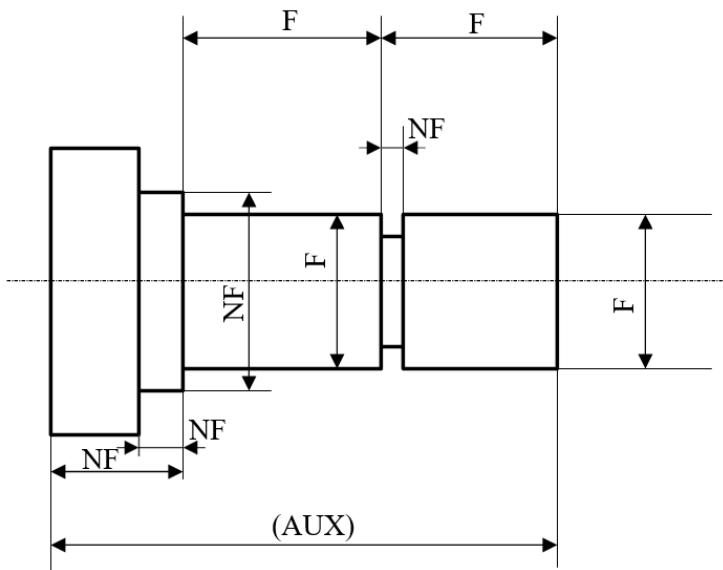

Рис. 7
- В соответствии с их ролью в функционировании детали (Рис. 7):